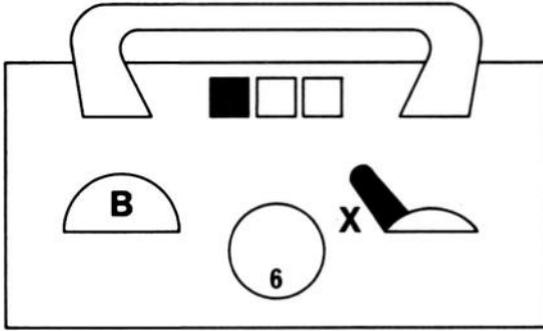

Fig. 98
4. Beispiel Wählscheibe auf BX lassen – linke Pfeiltaste drücken. Fig. 98